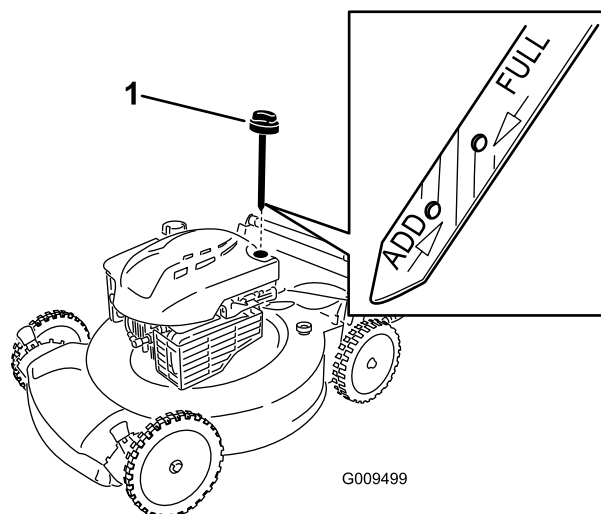

Figura 21
3. Retire la varilla (Figura 21).
Nota: Si el nivel de aceite está por debajo de la marca **Add** de la varilla, vierta una pequeña cantidad de aceite **lentamente** en el tubo de llenado y repita los pasos 7 a 9 hasta que el nivel llegue a la marca **Full** de la varilla (Figura 21).